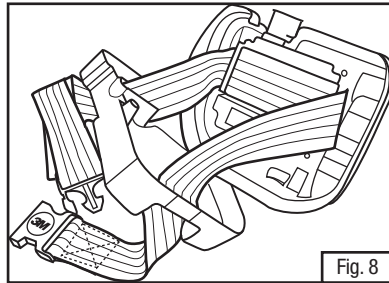

Fig. 8
3. Faire passer la ceinture dans les fentes situées dans le couvercle arrière et replacer le dos sur l'ensemble (Fig. 8).